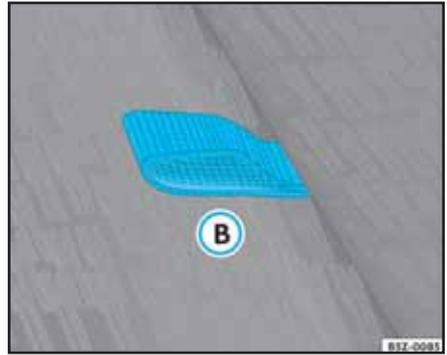

Fig. 95 Alza interna para desbloqueo del respaldo
- Hale la alza roja ⇒ fig. 95 (B), localizada entre el asiento y el respaldo, para adelante y rebata parcialmente o totalmente el respaldo sobre el asiento, para acceder al maletero.